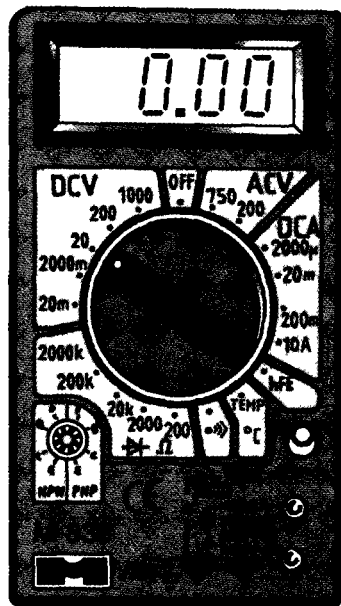

Рис. 10
**М838** (рис. 10) предназначен для измерения напряжения (сектор «DCV») и силы (сектор «DCA») постоянного тока, напряжения переменного тока (сектор «ACV»). Функциональные возможности мультиметра представлены на передней панели прибора, на ней же написаны предельные значения измеряемых физических величин при определенных положениях переключателя прибора. К прибору прилагаются измерительные щупы и термопара.